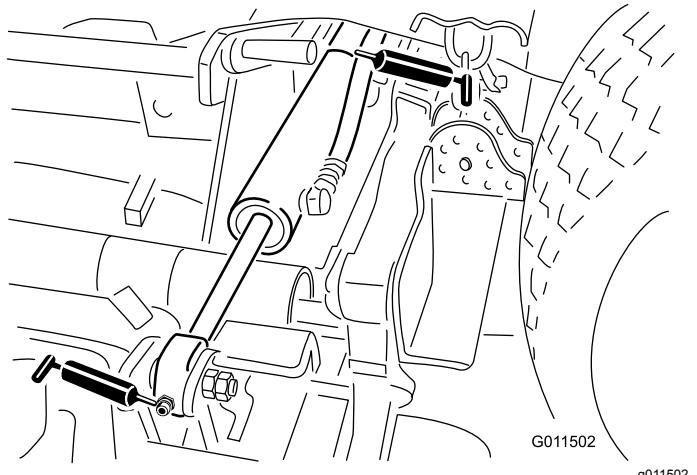

**Figura 70**
- Rótulas de los brazos de elevación (2) (Figura 70)